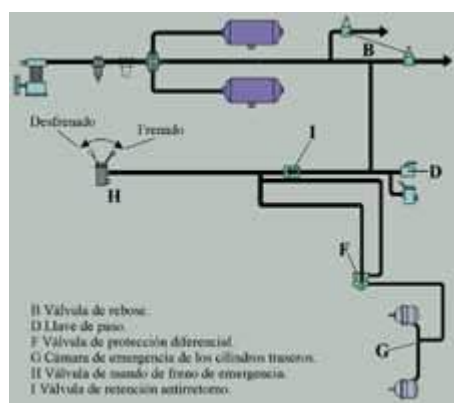

Fig. 50
- Circuito número 3.- Frenos de emergencia y estacionamiento en el eje trasero del vehículo tractor y servicios auxiliares (**fig. 50**).
Circuito número 3: frenos de emergencia y estacionamiento en el eje trasero del vehículo tractor y servicios auxiliares (**fig. 50**)